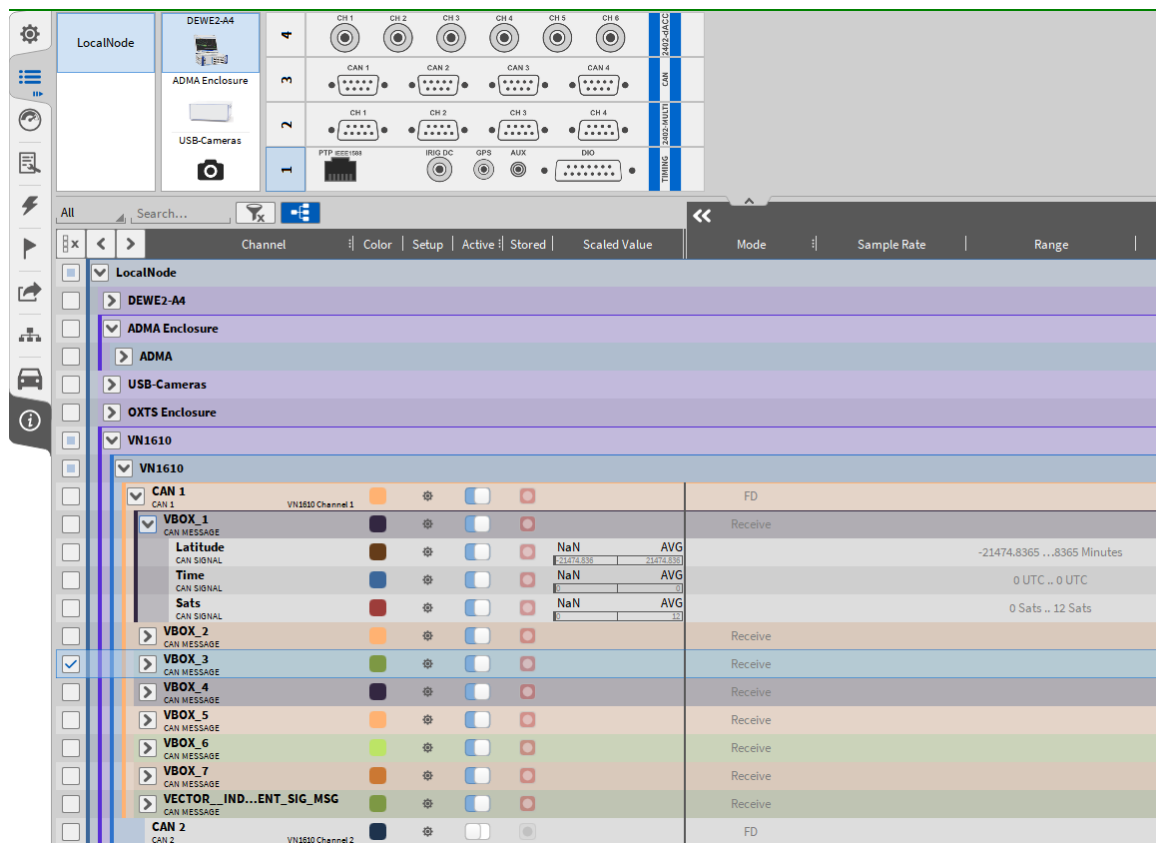

Abb. 4.56: CAN-FD Kanalliste in OXYGEN
- Nachdem die Kanäle geladen wurden, erscheint ein Pfeil links neben dem Kanalnamen. Ein Klick auf den Pfeil erweitert die CAN-FD Kanalliste und zeigt die individuellen CAN-FD Nachrichten mit deren Kanälen (siehe Abb. 4.56).